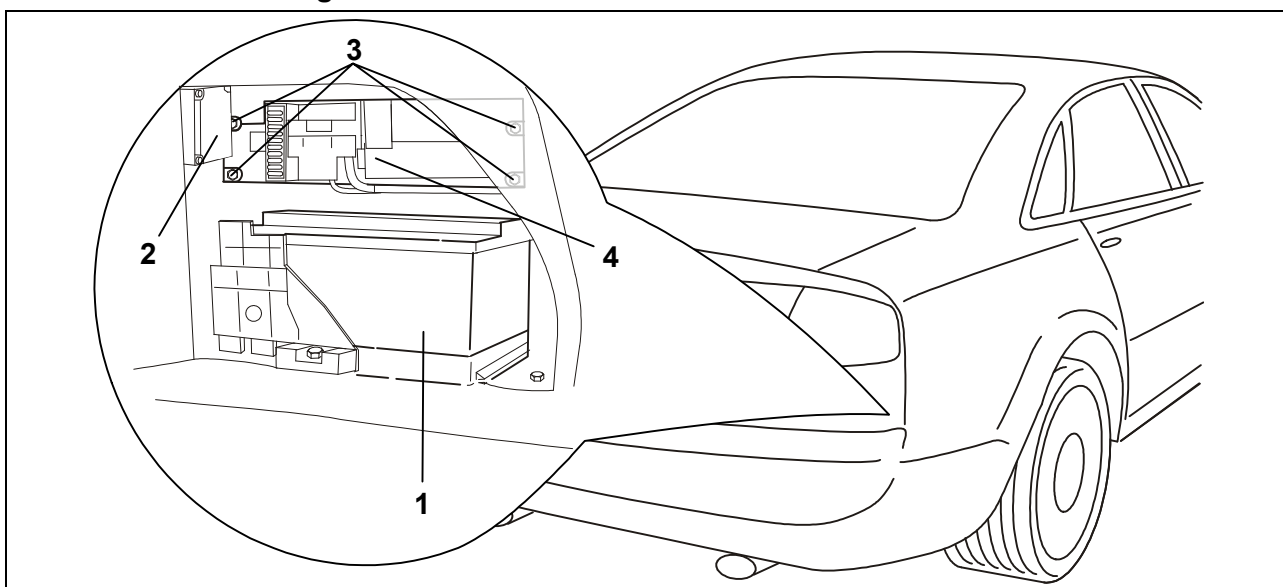

Abb. 1: Batterie und Geräteträger
3. Befestigungen und Anschlüsse der Batterie (Abb. 1/1) lösen und abziehen. Batterie entnehmen.
4. Die beiden Befestigungsschrauben vom Batteriemanager (BEM) (Abb. 1/2) lösen. Batteriemanager vorziehen.
5. Die vier Befestigungsschrauben (Abb. 1/3) vom Geräteträger (Abb. 1/4) lösen und vorsichtig nach vorziehen.